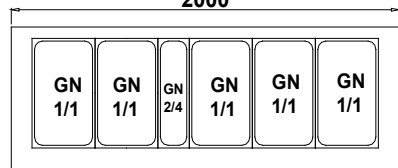

Рис.2 Расположение контейнеров GN
- Незагруженные контейнеры GN поместить в камеру согласно Рис.2 (стр.20)